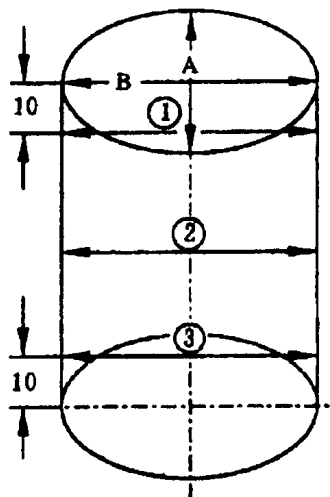

图 1-43
(2) 检查气缸尺寸,如图 1-43 所示。使用量程为 50~100mm 的内径千分表检测,沿 A、B 两个方向分别测量三点,要求与公称尺寸最大偏差为 0.10mm。气缸的尺寸见表 1-7 所示。
(3) 标记安装位置和气缸号。
(4) 活塞顶部箭头指向带轮。